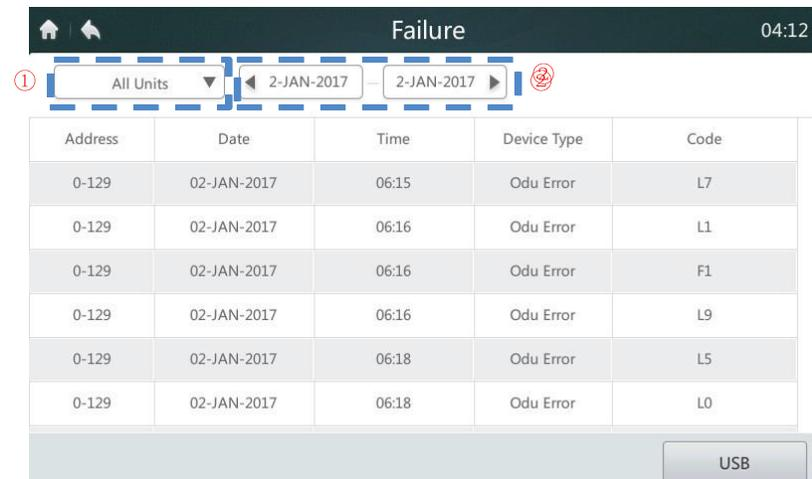

Figura 28. Página de Inicio 1 de la página de Reporte
1. Pulsar el listado desplegable en el área marcada "1" en la **Figura 28** y seleccionar el grupo o todos los dispositivos a ser observados.
2. Pulsar el área marcada "2" en la **Figura 28** para desplegar la ventana de fecha como se muestra a continuación. Pulsar el área del lado izquierdo para seleccionar la fecha de inicio. Seleccionar la fecha final en el área del lado derecho.